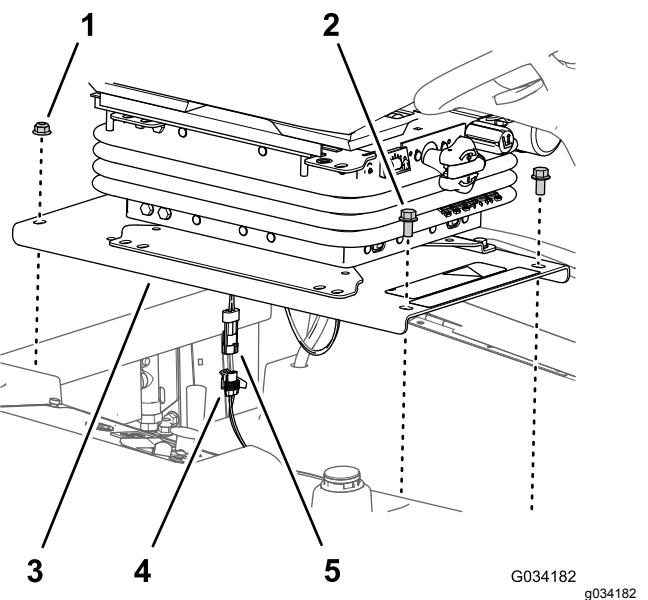

Figura 35
1. Retire os dois parafusos de cabeça flangeada ($\frac{3}{8}$ pol. x $\frac{3}{4}$ pol.) que prendem a frente da placa do banco ao chassis da máquina (Figura 35).
2. Retire as duas porcas de bloqueio flangeadas ($\frac{3}{8}$ pol.) que prendem a parte de trás da placa do banco ao chassis da máquina (Figura 35).
4. Desligue o conector de dois pinos da cablagem do interruptor de presença do operador do conector de duas tomadas da cablagem da máquina (Figura 35).
2. Ligue o conector de dois pinos da cablagem do interruptor de presença do operador no conector de duas tomadas da cablagem da máquina, consulte Figura 35.
3. Alinhe os orifícios traseiros na placa do banco (Figura 35) com os dois parafusos de carroçaria ($\frac{3}{8}$ pol. x 1 pol.) no canal do radiador.
4. Monte a placa do banco (Figura 35) nos parafusos de carroçaria com as duas porcas de bloqueio flangeadas ($\frac{3}{8}$ pol.) que removeu no
5. Alinhe os orifícios frontais na placa do banco (Figura 35) com as rosas das barras do depósito.
6. Monte a placa do banco (Figura 35) nas barras de depósito com os dois parafusos de cabeça flangeada (3/8 pol. x 3/4 pol.) que removeu no passo 1 de Retirar o banco e a placa do banco \(página 41\).